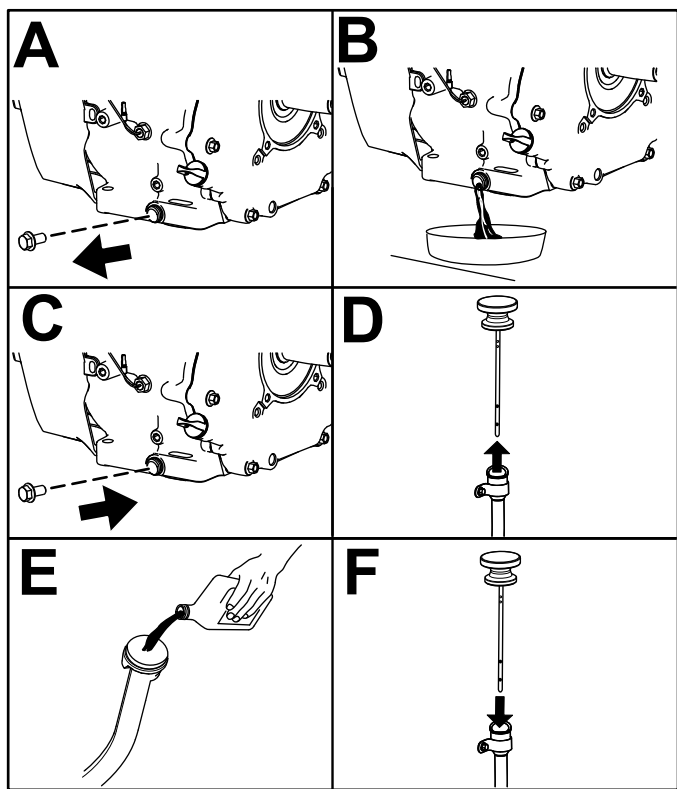

Figura 40
6. Cambiate l'olio motore come mostrato nella Figura 40.